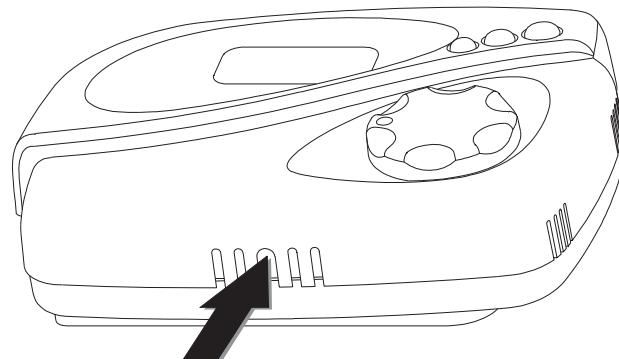
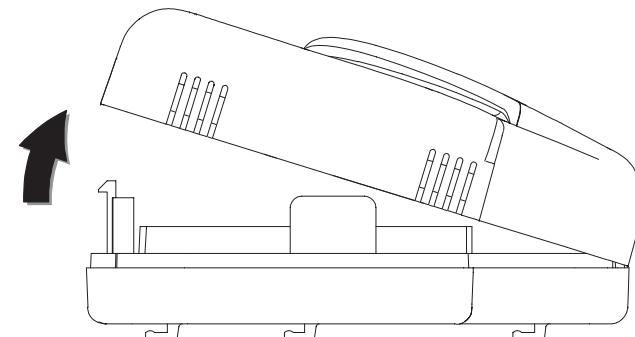

Fig. 2 : Cavité pour ouverture calotte.
Fig. 3 : Ouverture calotte.
1. Retirer la calotte en appuyant à l'aide d'un outil (par ex. un tournevis) sur la languette en plastique située dans la cavité en bas comme l'indique la Fig. 2 et tourner en même temps la calotte comme dans la Fig. 3.